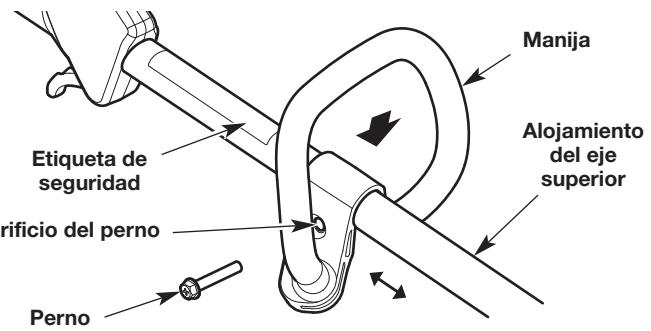

Fig. 8
- Oprima la manija hacia abajo sobre el alojamiento del eje superior (Fig. 8). Asegúrese de que el orificio del perno mire hacia la derecha (Fig. 8).
- Inserte el perno en el orificio del perno y oprímalo para que pase a través de él (Fig. 8). Ajuste el perno con un destornillador de cabeza plana, pero no lo ajuste completamente.
- Mantenga la unidad en la posición de funcionamiento (Fig. 13). Mueva la manija hacia arriba o abajo del alojamiento del eje superior hasta que esté en una posición cómoda (Fig. 8). Compruebe que la manija esté ubicada más allá del extremo de la etiqueta de seguridad (Fig. 8).
- Afloje el perno con un destornillador de cabeza plana (Fig. 8).